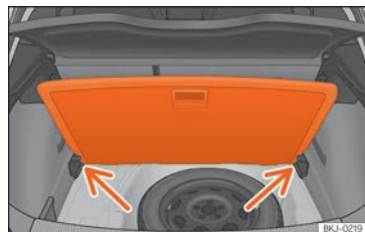

Abb. 140 Variabler Gepäckraumboden: geneigte Stellung.
- Legen Sie den Gepäckraumboden auf die dafür vorgesehenen Aufnahmen >>> [Abb. 140] (Pfeile).